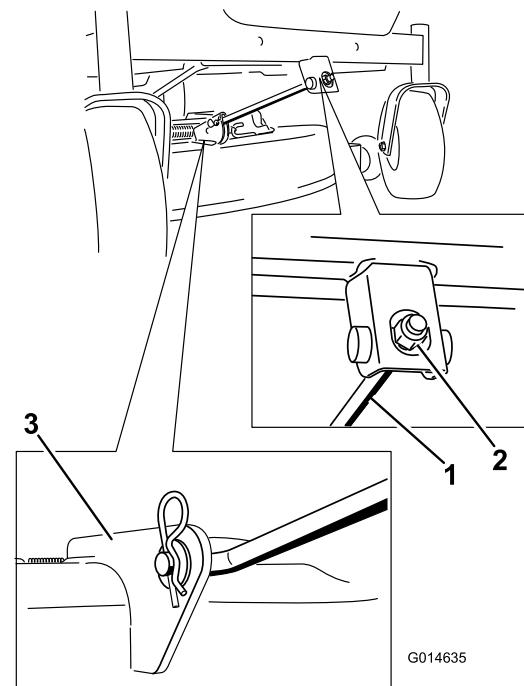

Figure 68
5. Retirez la goupille fendue de la tige de support avant et déposez la tige du support de plateau (Figure 68).
6. Fixez la tige de support avant au plateau de coupe à l'aide de l'axe de chape et de la goupille fendue (Figure 68).